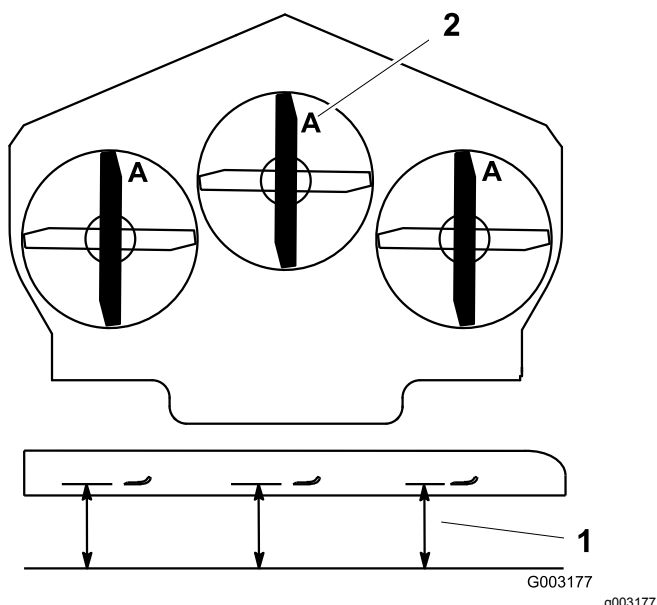

Figura 79
3. Gire las cuchillas hasta que los extremos estén orientados hacia adelante y hacia atrás (Figura 79). Mida desde una superficie nivelada hasta el
filo de corte, posición **A**, de las cuchillas (Figura 79). Anote esta dimensión.